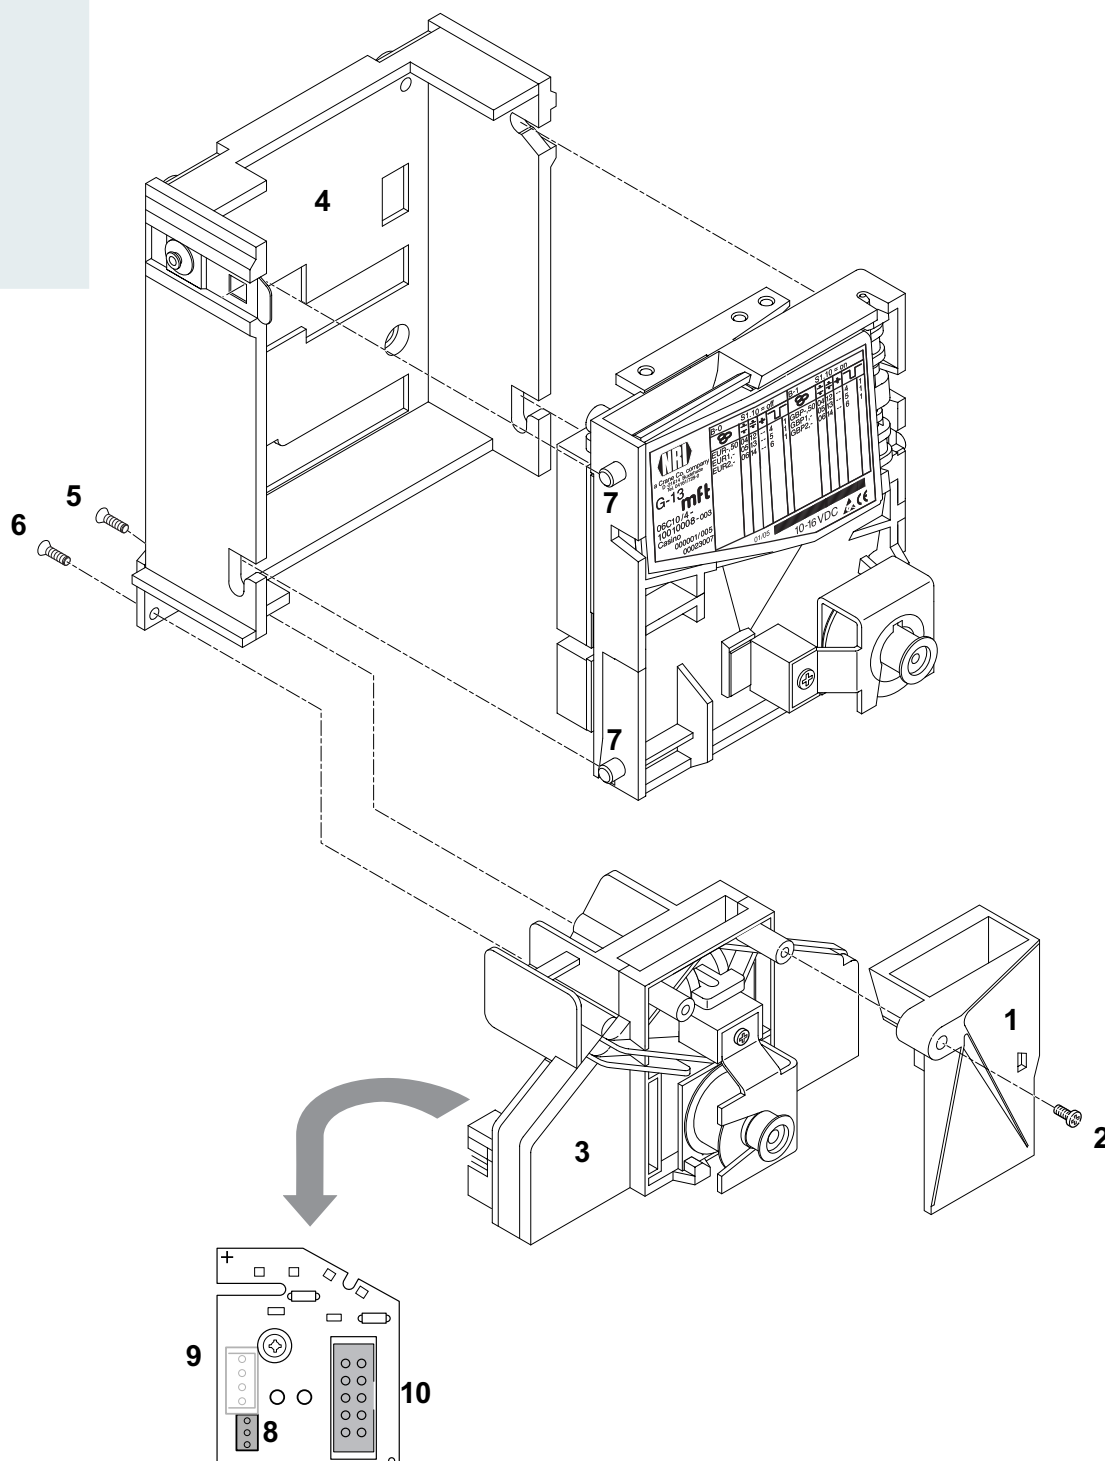

Abb. 5a: G-13.mft, Topeinwurf-Ausführung, an NRI-Sortiervorrichtung anschließen
- 1** Schachtverlängerung **1** ggf. mit Schraube **2** an Sortiervorrichtung **3** befestigen (s. Abb. 5a).